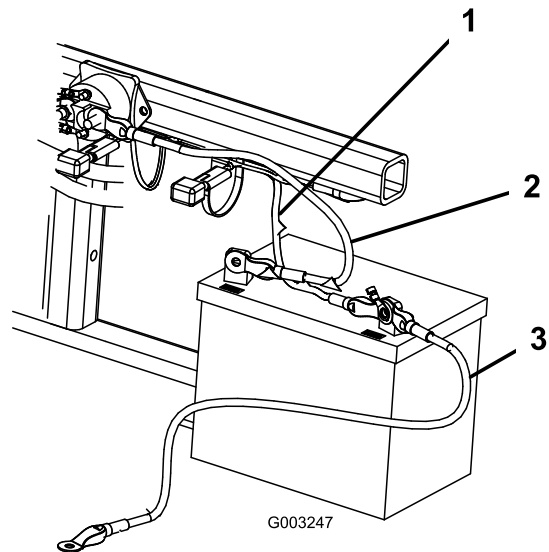

Figura 5
2. Conecte el cable positivo (rojo) al borne positivo (+) con un perno y una contratuerca de 1/4-20 x 5/8 pulg. (Figura 5).
3. Conecte el cable negro pequeño y el cable negativo (negro) al borne negativo (-) de la batería con un perno (1/4 x 5/8 pulg.) y una contratuerca (1/4 pulgada) (Figura 5).